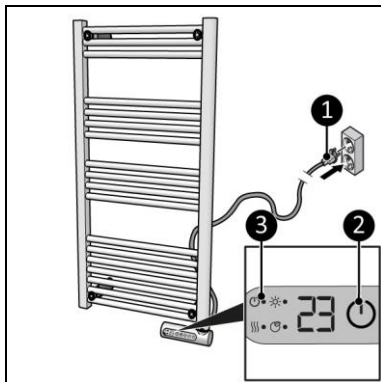

Figure 10
2. Insérez la fiche d'alimentation (figure 10, pos. 1) dans une prise murale reliée à la terre et facilement accessible. Utilisez une prise murale avec mise à la terre d'une puissance minimale de 800 watts.
3. Le témoin ON/OFF s'allume (figure 10, pos. 3).
1. Appuyez sur la touche ON/OFF pour allumer l'appareil (figure 10, pos. 2). L'écran affiche la température réglée.
1. Appuyez sur la touche ON/OFF (figure 10, pos. 2) pour mettre l'appareil en mode veille.
2. Retirez la fiche d'alimentation de la prise de courant (figure 10, pos. 1).